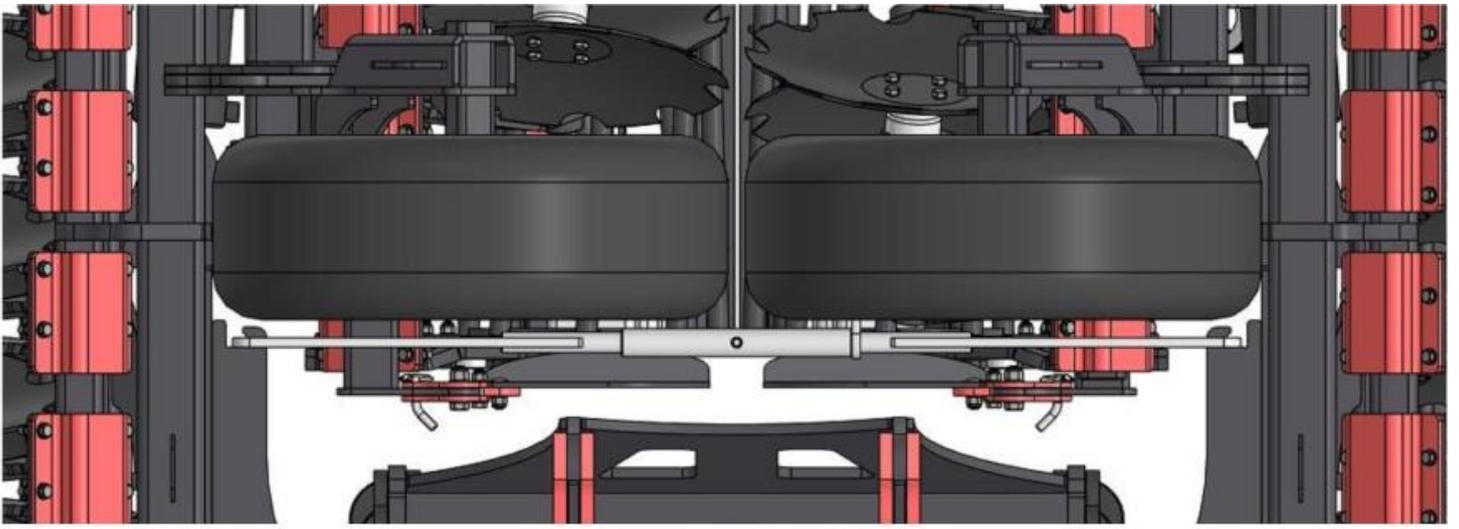

Рисунок 27 – Установка страховочной растяжки
6) Установите страховочную растяжку в центральной части рамы, сняв ее с прицепного устройства (рис. 27).